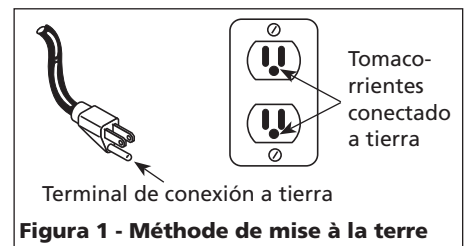

Figura 1 - Méthode de mise à la terre
- Este producto está diseñado para circuitos nominales de 120 voltios y tiene un enchufe para conexión a tierra similar al de la Figura 1. Cerciórese de conectarlo a un tomacorrientes cuya configuración sea similar a la del enchufe. Este producto se debe conectar a tierra. En caso de que ocurra un cortocircuito, esto evitaría el riesgo de choque eléctrico al ofrecerle un cable de desvío a la corriente eléctrica. Este producto tiene un cordón con un alambre y terminal de conexión a tierra. Debe conectarlo a un tomacorrientes que esté instalado adecuadamente según los códigos y ordenanzas locales.